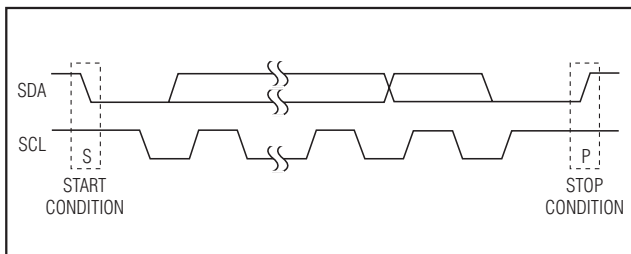

图 2. START 和 STOP 条件
每次传输过程包括：主机发送一个开始 (START) 条件，接下来发送 MAX7325 的 7 位从地址和 R/W 位，或多个数据字节，最后发送停止 (STOP) 条件终止传输 (图 2)。
串行接口空闲时，SCL 和 SDA 均保持高电平。主机通过发出 START (S) 条件表明传输开始，START 条件是在 SCL 为高时，SDA 由高至低的跳变产生的。主机完成与从机的通信时，主机发出 STOP (P) 条件，STOP 条件是在 SCL 为高时，SDA 由低至高的跳变产生的。之后，释放总线，以进行下一次传输 (图 2)。